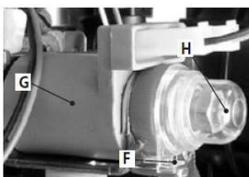

Figure 7.3
modulation "G" à la Figure 7.3 en le tournant vers la droite pour le libérer de l'arrêt "F" et en le soulevant hors de la rainure avec un tournevis plat.
- Retirez le capuchon de protection "H" à la Figure 7.3.